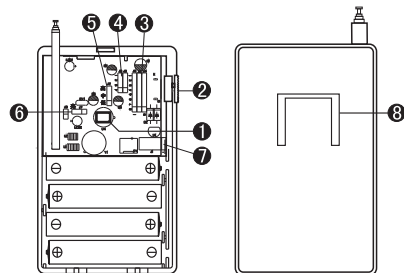

图2
①红外传感器:用于感应人体辐射的红外信号,请勿用手等触摸其表面,并请保持表面清洁,若其表面有污物,可用棉花蘸75%酒精清洁。
②电源开关,拨到“开”开启电源,感应器进入工作状态,拨到“关”为关闭电源。
③无线地址编码:1~8共有8位地址状态(如图2)。